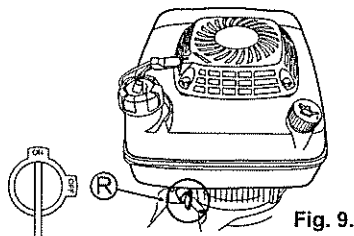

Fig. 9.
- 2 Placez le robinet de carburant (R) sur la position "ON" (MARCHE). (Voir Fig. 9.)